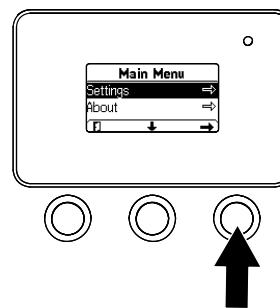

Рисунок 25
1. В MAIN MENU (ГЛАВНОМ МЕНЮ) с помощью средней кнопки прокрутите меню вниз к пункту SETTINGS MENU (НАСТРОЙКИ), и нажмите правую кнопку (Рисунок 25).